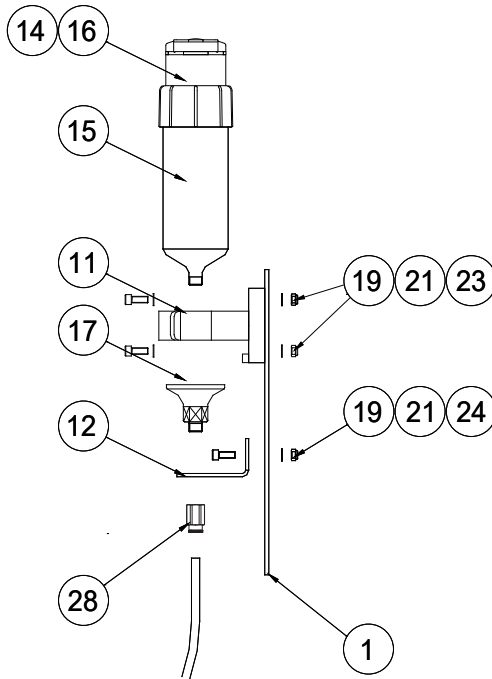

Bild 6
- Befestigen Sie Antrieb / LC Einheit an der Montageplatte (Nr. 1) mit beiliegenden Winkeln und Befestigungen (siehe Bild 6) und montieren Sie das Ganze an einen stabilen Teil des Krans. Achten Sie darauf, dass dieser Platz nicht weiter als 2,5 m (Länge Doppelschlauch) vom Schmierpunkt entfernt ist.